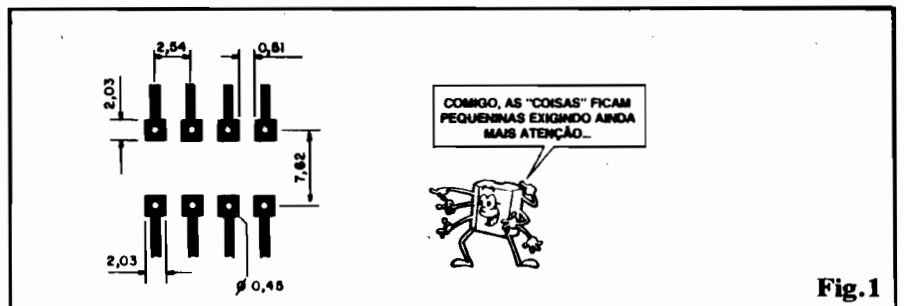

Fig.1
Infelizmente, Eduardo (embora incentivemos ao máximo o intercâmbio entre os Leitores/"Alunos") não é norma do ABC publicar o endereço completo dos Leitores, a menos que tenham manifestado essa intenção, direta ou indiretamente, na sua correspondência... Como o Zé Ribeiro não fez tal menção, preferimos publicar então o **seu** endereço para que ele - também na qualidade de Leitor/"Aluno" assíduo, entre em contato consigo... Entretanto, abrindo uma exceção, e para "sobrepassar" a inevitável demora (existe - como todos sabem - um **delay** natural, de no mínimo 90 dias, na publicação de cartas, por razões de cronograma editorial, etc.), Você encontra, na fig. A, a nossa sugestão provisória para um circuito super-simples e efetivo, capaz de acionar intermitentemente um relê (em frequência aproximada de 3 Hz...), cujos contatos NF-C-NA poderão ser facilmente acoplados aos arranjos de LEDs sugeridos na fig. 1 - pág. 21 (Seção de CARTAS) - APE nº 10. Alimentado por 12 VCC (não mais do que 100mA poderão confortavelmente energizar o circuito), e usando-se um relê (ob-
- FIG. 1 - COMO AS “COISAS” SÃO PEQUENAS, QUANDO SE TRATA DE MONTAGENS COM INTEGRADOS...